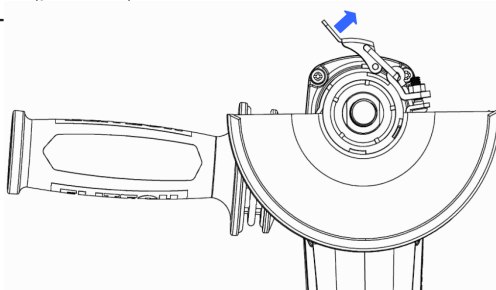

Рис. 13
1. Ослабьте защёлку защитного кожуха (рис. 13).